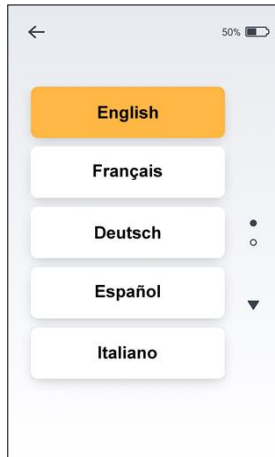

Fig. 14
- Velg ønsket språk fra listen over tilgjengelige språk – se fig. 14.